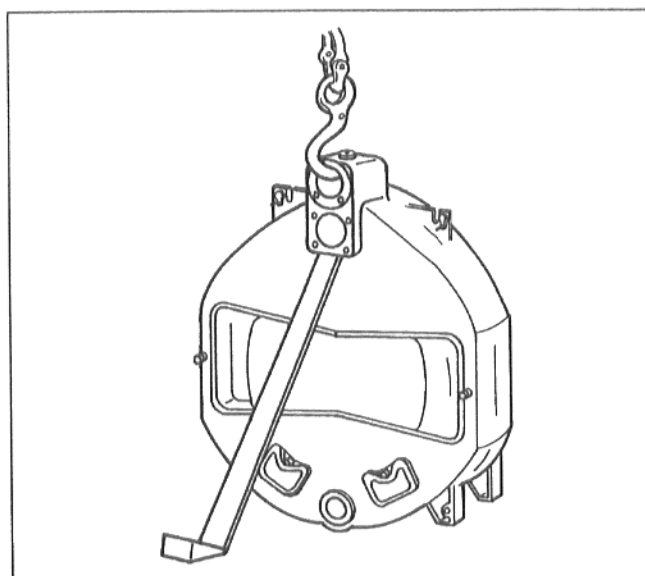

рис. 7
- Установить заднюю секцию, выровнять ее положение и закрепить от опрокидывания (рис. 7).